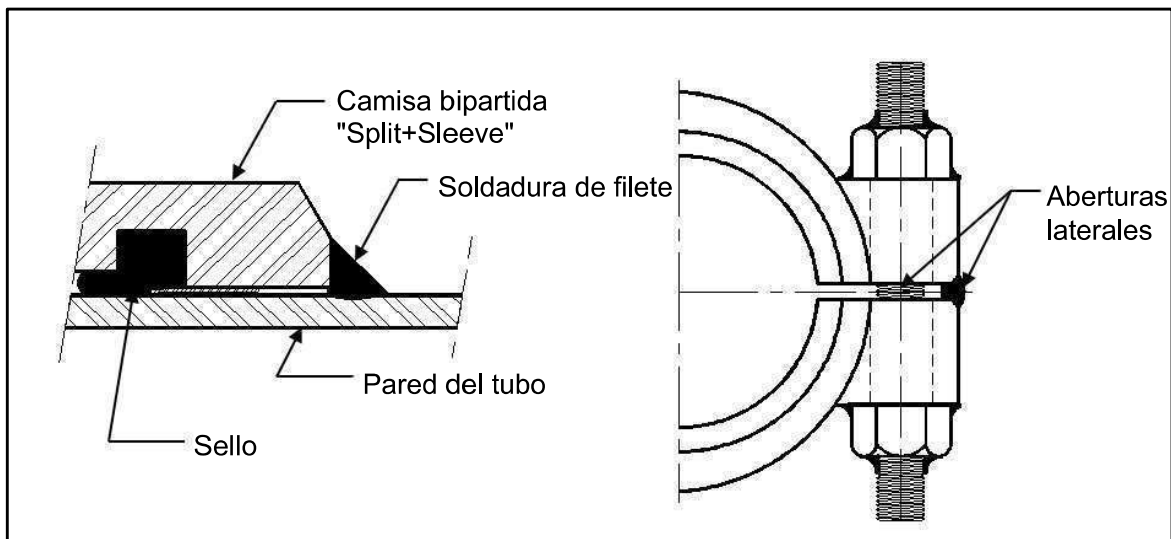

Figura 17
1. Soldar en filete los extremos al tubo. (Consulte la Figura 17)